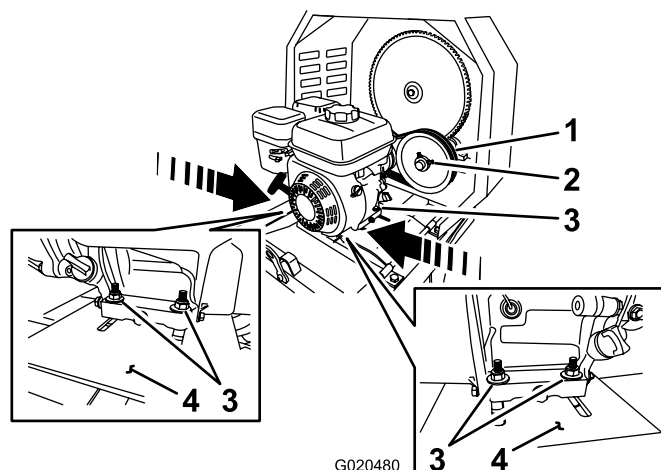

Figure 55
- B. Desserrez les écrous et boulons qui fixent le moteur au plancher moteur (Figure 55).
- **Pour accroître l'entrefer** – éloignez le moteur de la poulie de tension (Figure 55).
- **Pour réduire l'entrefer** – rapprochez le moteur de la poulie de tension (Figure 55).